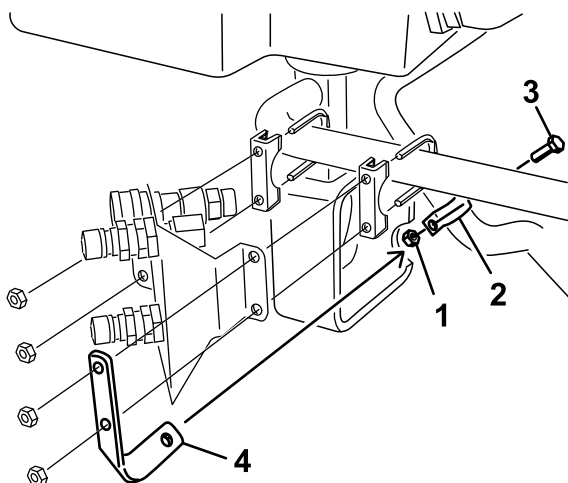

Bild 27
6. Befestigen Sie eine R-Klemme am großen Hydraulikschlauch, siehe Bild 27 und Bild 30.
7. Befestigen Sie die R-Klemme mit einer Schraube ($\frac{5}{16}$ " x $\frac{7}{8}$ ") und einer Mutter ($\frac{5}{16}$ ") an der Befestigungshalterung, siehe Bild 27.